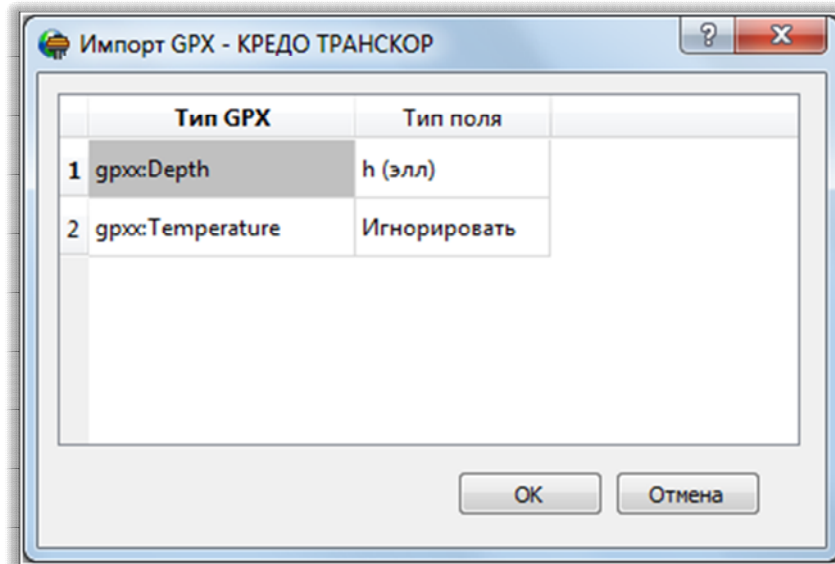

Рисунок 5.41
- при этом откроется диалог **Импорт GPX** (рис. 5.41), в котором необходимо задать пользовательские настройки импорта;